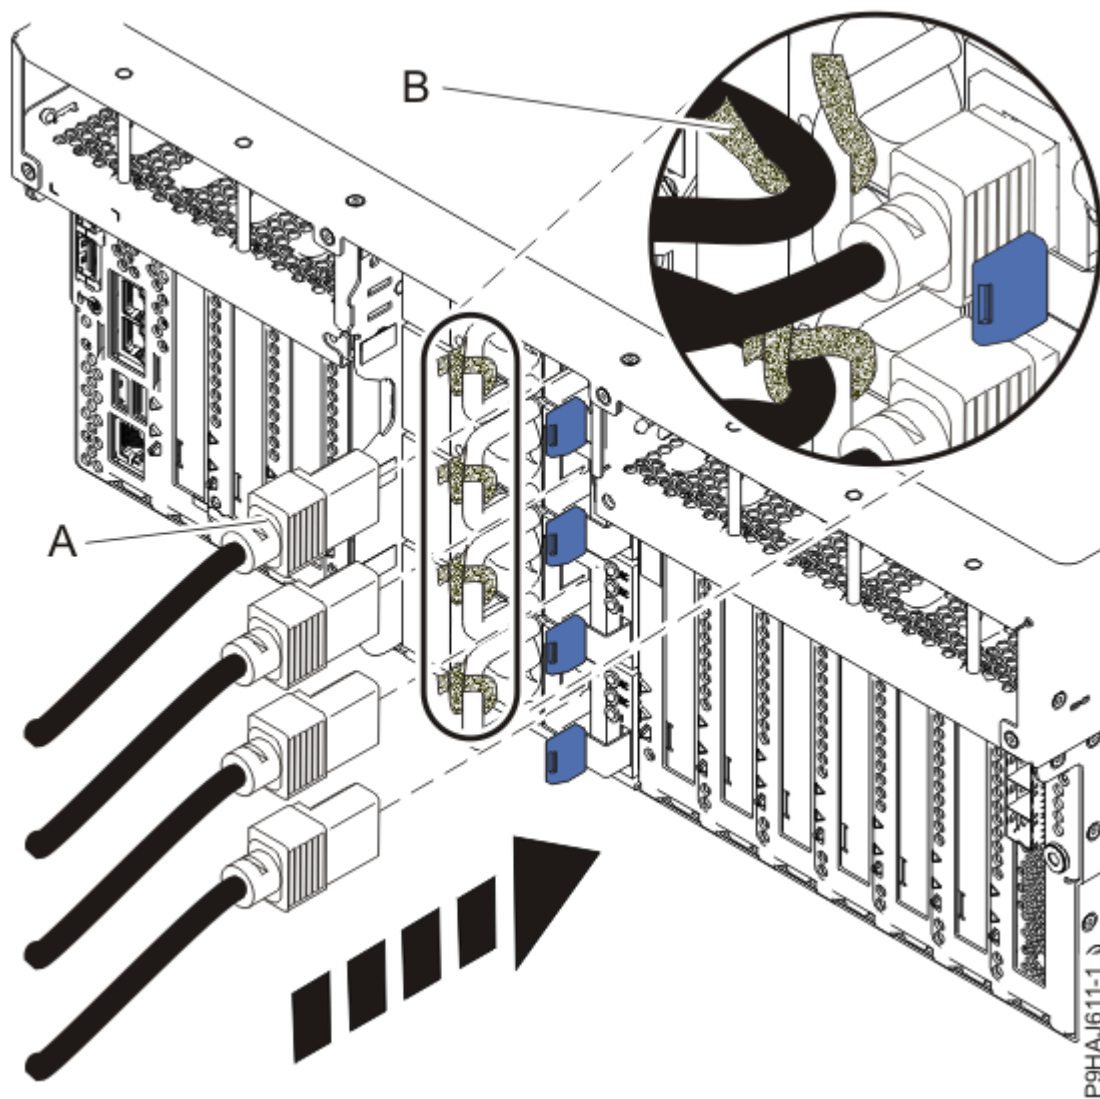
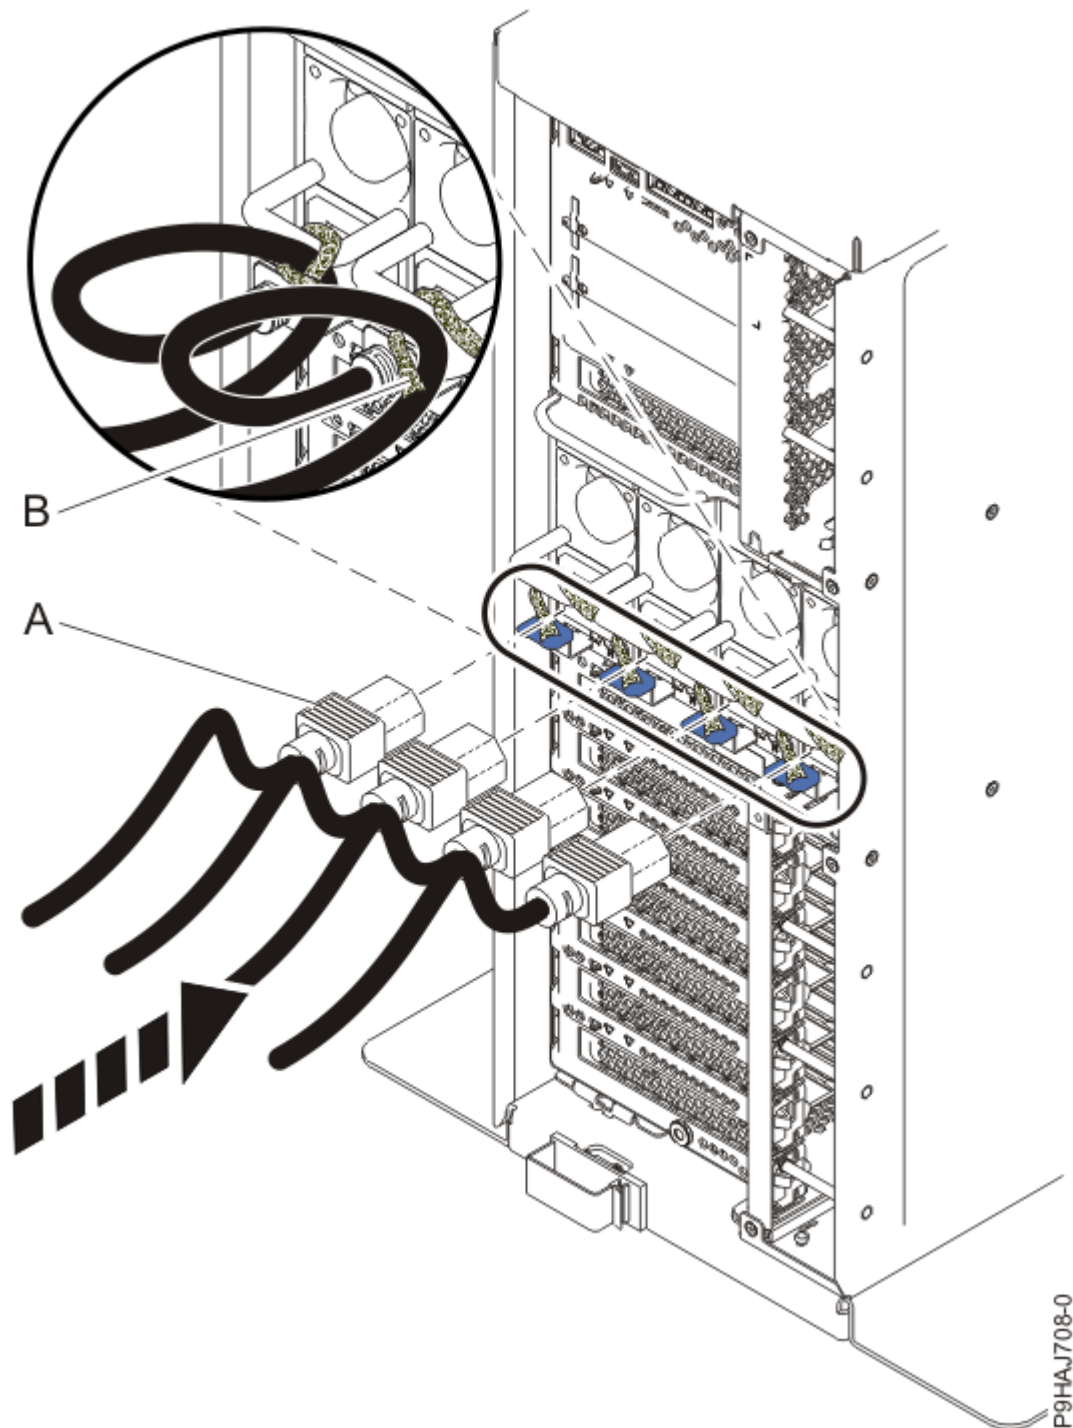

Figura 21. Conexión de los cables de alimentación a un sistema montado en bastidor
Figura 22. Conexión de los cables de alimentación a un sistema autónomo
5. Utilizando las etiquetas, vuelva a conectar los cables de alimentación **(A)** a la unidad del sistema. Sujete los cables de alimentación **(A)** al sistema utilizando los mecanismos de sujeción **(B)** tal como se muestra en la Figura 21 en la página 23 o la Figura 22 en la página 24.